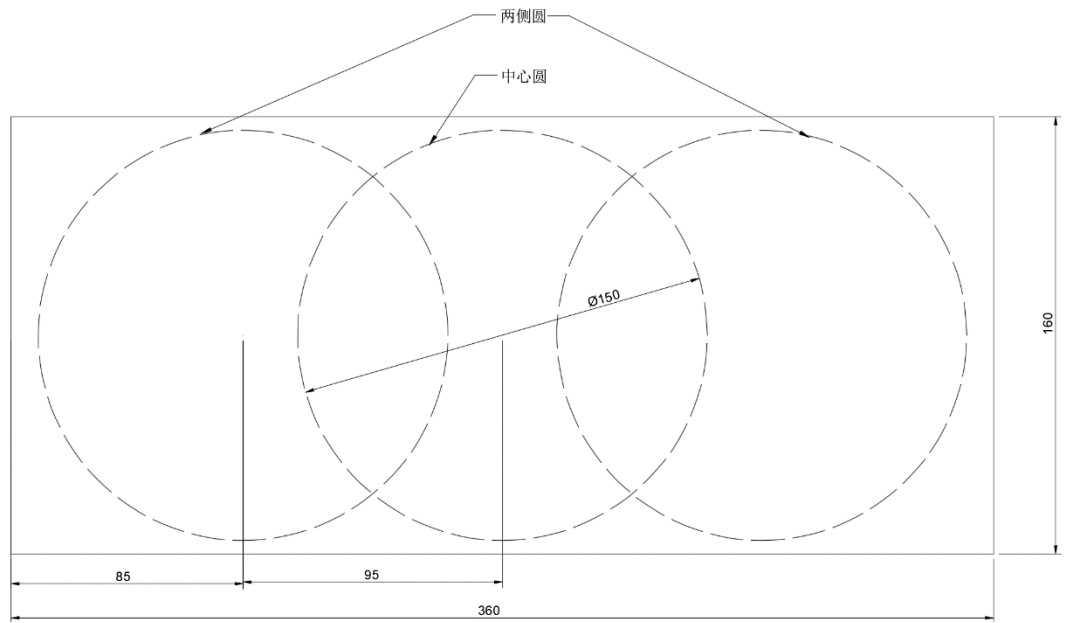

图 7 定位膜 II
2) 一级加载：船舱中心加载，加载前将定位膜 II 置于船舱内（定位膜 II 见图 7），选手开始加载时将一质量为 M_1 的坛状砝码置于定位膜 II 中心圆内，加载完毕后选手举手示意开始 10s 倒计时，倒计时开始后参赛队伍不可再次触碰船只否则记为加载失败，10s 内未出现模型沉陷则认定当级加载成功。坛状砝码质量 M_1 由选手在模型提交时确定。载重 M_1 可选择 2kg、3kg、4kg、5kg、7kg。